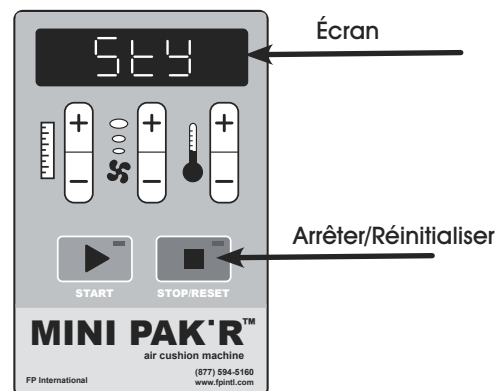

Figure 10
1. L'écran affiche « *slY* » (veille). (Voir Figure 10)
2. Appuyez sur la touche **STOP/RESET** (arrêter/réinitialiser) pour reprendre la production de coussins d'air. (Voir Figure 10)